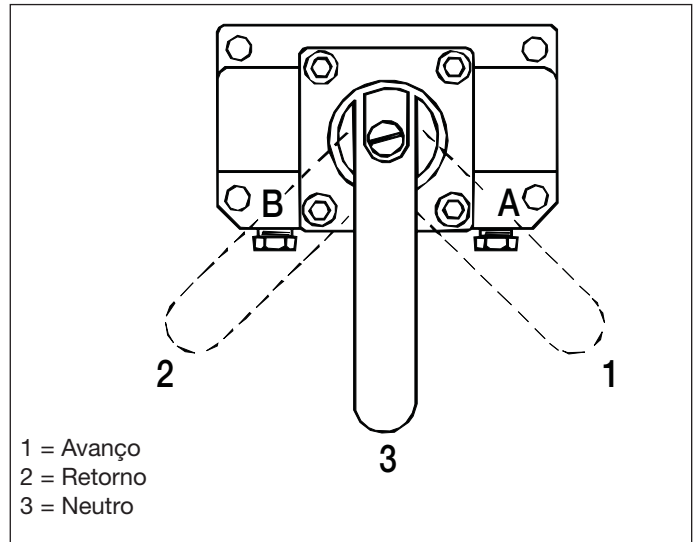
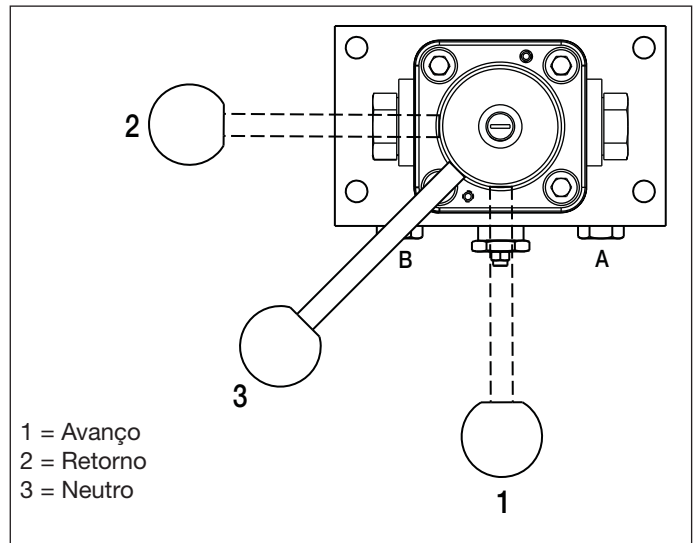

Figura 11, Posições da Alavanca das Válvulas, VM33, VM33L, VM43, VM43
Figura 12, Posição da Alavanca das Válvulas, VM33M, VM43M
4. Gire a alavanca de controle da válvula para a posição neutro ("3"). Ver figura 11 para a posição das válvulas VM33 e VM43. Ver figura 12 para as posições das válvulas VM33M e VM43M.
4. Gire a alavanca de controle da válvula para a posição neutro (“3”). Ver figura 11 para a posição das válvulas.